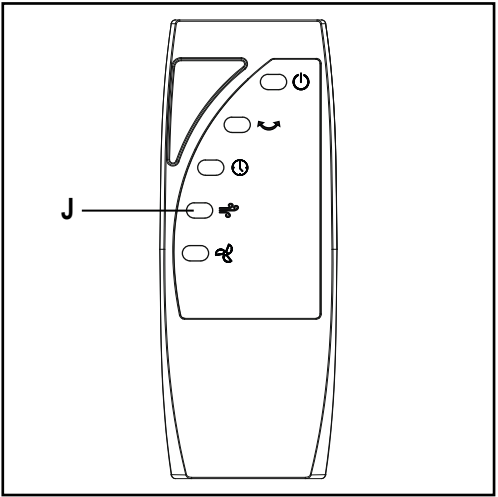

Fig. 3
- Włączyć wentylator naciskając przycisk „ON/OFF” (K) na panelu sterowania lub pilocie. Zaświeci się lampka (V) na przedniej części wentylatora.
- Prędkość wentylatora jest regulowana poprzez wielokrotne naciskanie przycisku (X) na pilocie lub panelu sterowania. Zaświecą się lampki kontrolne (Z) z przodu wentylatora.
- Wyłączyć wentylator, naciskając przycisk „ON/OFF” (K) na pilocie lub panelu sterowania. Naciśnięcie przycisku „ON/OFF” automatycznie kasuje wszystkie ustawienia i resetuje wentylator.
- Aby rozpocząć i zatrzymać oscylację głowicy wentylatora, należy nacisnąć przycisk (R) na pilocie lub na panelu sterowania. Zaświeci się lampka kontrolna (U) z przodu wentylatora.
- Aby ustawić czas pracy (od 0,5 do 7,5 godziny), należy wielokrotnie nacisnąć przycisk (Y) na pilocie lub panelu sterowania, aż wskaźnik ustawionego czasu zaświeci się na froncie wentylatora. Na przykład, aby ustawić czas pracy wynoszący 5 godzin, konieczne będzie 10-krotne naciśnięcie przycisku (Y), aż zaświecą się lampki „4H” i „1H”; natomiast ,aby ustawić czas pracy wynoszący 7,5 godziny, konieczne będzie 15-krotne naciśnięcie przycisku (Y), aż zaświecą się lampki „4H”, „2H”, „1H” i „0.5H”.
- Można wybrać dwa inne tryby wentylacji „Natural” (S) lub „Sleep” (T), oprócz normalnego, naciskając wielokrotnie przycisk (J) na pilocie (Rys.3) . Zaświeci się lampka kontrolna z przodu wentylatora (S-T).
- Funkcja „Natural” odwzorowuje naturalny wiatr o niezmienniej prędkości podczas cyklu wentylacji. Ustawiając funkcję nocną „Sleep” na żądany poziom pracy, prędkość powietrza będzie zmniejszać się co 30 minut do niższych poziomów, aż do wyłączenia urządzenia lub dezaktywacji timera. Dla obu trybów poziom pracy („Low”, „Middle”, „High”) można wybrać za pomocą przycisku (X) na pilocie lub panelu sterowania, wcisniętego wielokrotnie podczas pracy wentylatora.
- Po użyciu należy wyłączyć urządzenie naciskając przycisk „ON/OFF” (K) na panelu sterowania lub pilocie), a następnie wyjąć wtyczkę z gniazdka.